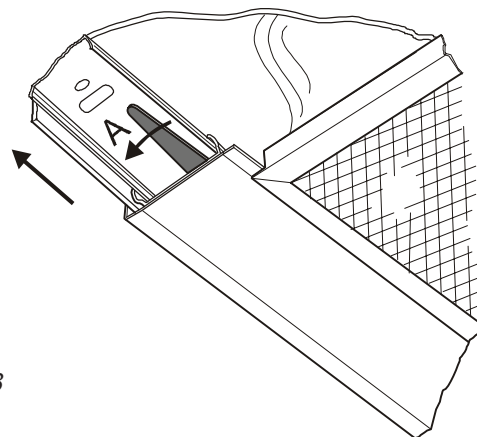

Fig. 3
- 1 Træk frontrammen ud (fig. 3)
- 2 Skub de to sorte plasttappe (A) mod venstre.